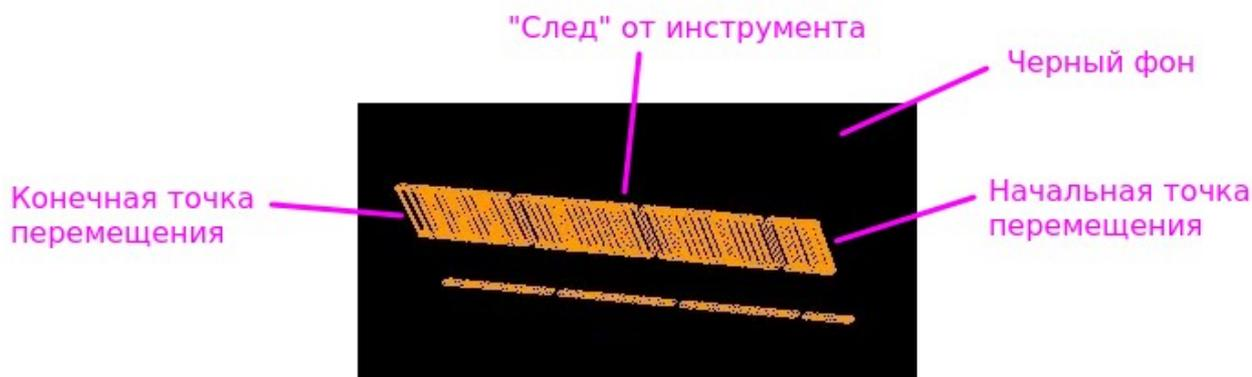

Рисунок 21: Некорректное построение визуализации
- 1) фон изображения всегда черный, независимо от настройки цветовой схемы (меню *Сервис* → *Настройки* → *Цвета*) (см. рис. 21);
- 2) при перемещении инструмент «оставляет за собой след» (см. рис. 21);